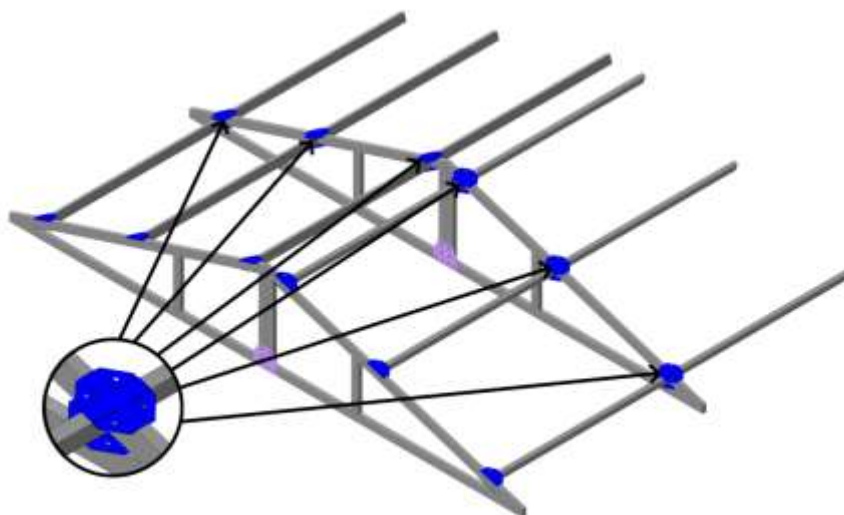

РИС. 3
4.1.3. Далее присоедините к полученной секции следующую ферму при помощи Краб-Х и винтов М6×50, шайб М6 и гаек М6, одновременно присоединив следующие 6 соединителей (РИС.3).